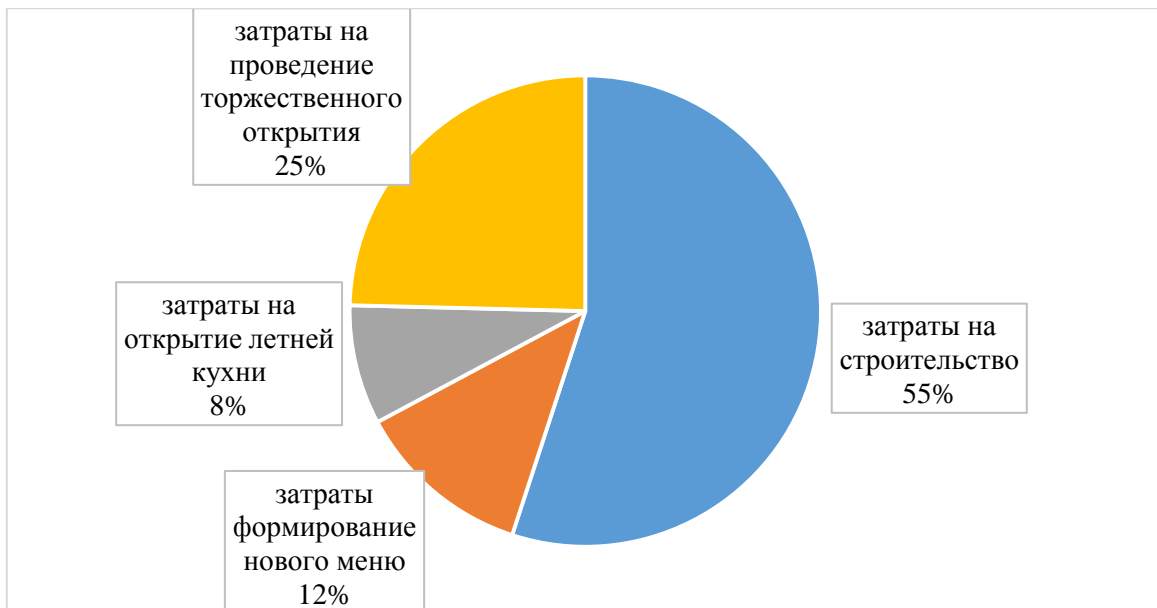

Рис. 9. Круговая диаграмма структуры расходов проекта
3) круговой диаграммы структуры расходов (рис. 9).